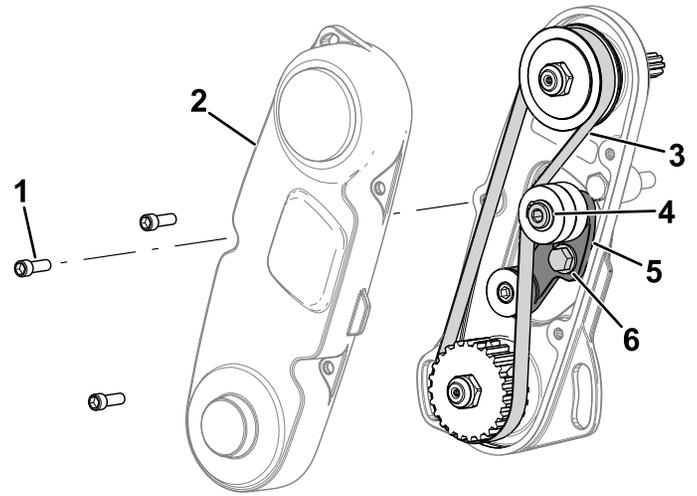

Bild 4
- C. Entfernen Sie die Riemenabdeckung, um den Riemen freizulegen (Bild 4).
- D. Lösen Sie die Schraube des Spannarmlings und drehen Sie den Spannarmling (Bild 4), um die Spannung auf dem Riemen zu lösen.
- E. Entfernen Sie den Riemen (wie in Bild 4 dargestellt).
- G. Bauen Sie den Riemen ein und spannen Sie den Riemen, indem Sie die Innensechskantschraube am Spannarm auf ein Drehmoment von 6 bis 7 N·m anziehen, wie in **Bild 4** dargestellt.